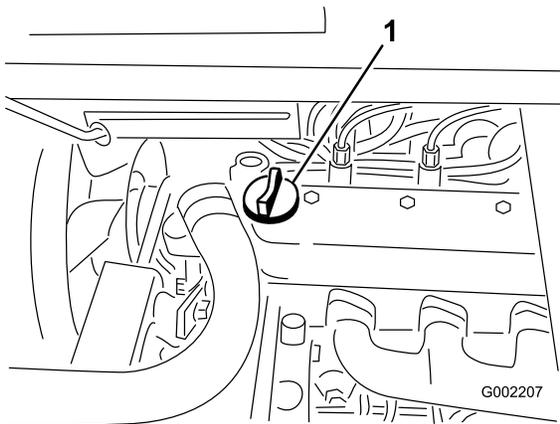

Figura 41
- Si el nivel de aceite es bajo, retire el tapón de llenado de la cubierta de la válvula (Figura 41) y añada aceite por el orificio hasta que el nivel llegue a la marca Lleno de la varilla; el tipo y la viscosidad correctos figuran en la sección Mantenimiento del aceite de motor \(página 41\).